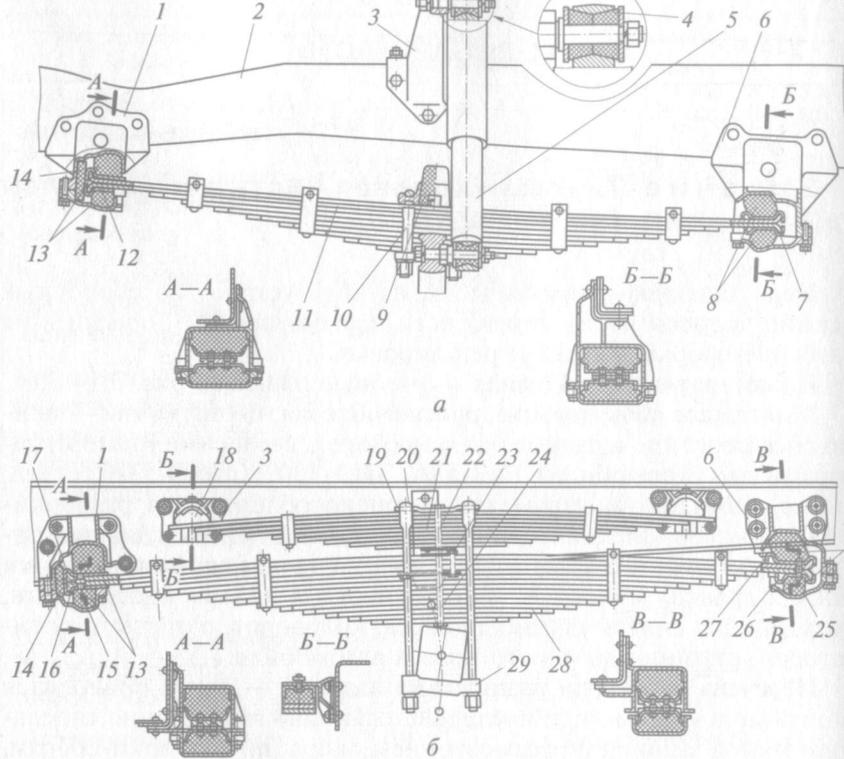

Рис. 3.1. Подвески автомобиля ГАЗ-53А:
**Иллюстративный материал** — учебные плакаты, рис. 3.1—3.6.
1. На монтажных балках внимательно рассмотреть расположение и крепление рессор, амортизаторов и колес. Изучить устройство ходовой части на примере подвесок автомобилей ГАЗ-53А, ЗИЛ-130, КамАЗ-5320 (см. рис. 3.1—3.3), запомнить названия деталей.